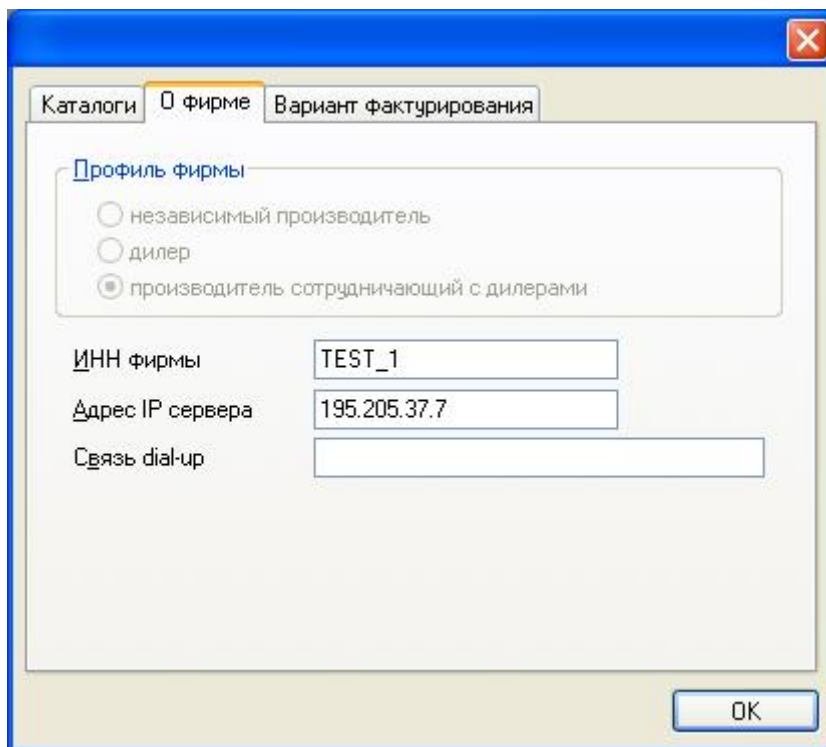

Рисунок 8. О фирме
- закладка **О фирме** (рис. 8) – здесь можно увидеть, какую базу данных мы загрузили (независимый производитель, дилер, производитель сотрудничающий с дилерами – профиль базы можно определить в моменте ее создания) и вписать ИНН (NIP) фирмы и адрес IP сервера 195.205.37.7, обслуживающего связь производитель – дилер (обе строки необходимы для связи дилер - производитель), а также название соединения dial-up.